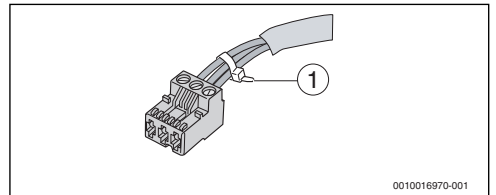

Bild 3 Leitungsadern fixieren
- ▶ Leitungsadern jeder angeschlossenen Leitung gegenseitig fixieren. Das kann durch kurzes Abisolieren des Leitungsmantels oder über Kabelbinder in der Nähe der Anschlussklemmen geschehen (→ Bild 3).
- ▶ Leitungsadern jeder angeschlossenen Leitung gegenseitig fixieren. Das kann durch kurzes Abisolieren des Leitungsmantels oder über Kabelbinder in der Nähe der Anschlussklemmen geschehen (→ Bild 3, Seite 6).